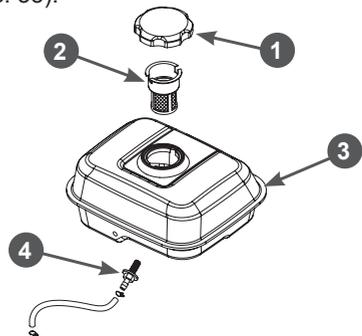

Рис. 33. Топливный бак и топливные фильтры
В топливном баке установлены два сетчатых топливных фильтра. Один фильтр устанавливается в заливной горловине топливного бака. Второй фильтр конструктивно объединен со штуцером топливного бака и установлен внутри бака (Рис. 33).
Топливный фильтр 2, установленный в горловине бака, проверяйте при каждой заправке бака топливом (Рис. 33). При необходимости вынимайте сетчатый фильтр из бака и производите его очистку. Регулярно проверяйте целостность сетчатого фильтра, при обнаружении механических повреждений замените сетчатый фильтр.
Каждые 300 часов работы или один раз в год в зависимости от того, что наступит раньше, необходимо производить очистку топливного бака от грязи и конденсата. Перед этим рекомендуется полностью выработать топливо. Одновременно с очисткой топливного бака необходимо проверить и очищать фильтр 4, установленный внутри бака (Рис. 33). Поврежденный или сильно загрязненный фильтр необходимо заменить.
3. Выкрутите из топливного бака выходной штуцер 4 и произведите его очистку (Рис. 33). Внимательно осмотрите сетчатый фильтр. При обнаружении механических повреждений замените штуцер топливного бака.